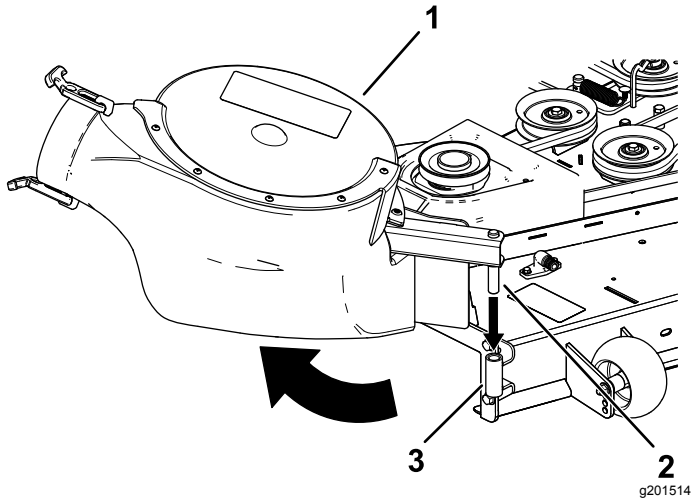

Figura 23
2. Introduzca el pasador de giro del soplador al soporte del soplador y gire el soplador hacia dentro, hacia la máquina (Figura 23).